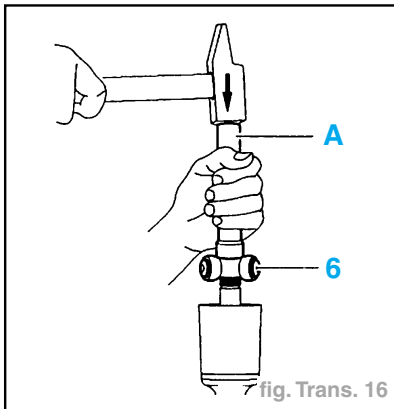

fig. Trans. 16
- Mettre en place le tripode (**6**) : avec l'outil **[A]** (coffret 4101 T) et un marteau (fig. Trans. 16).
- Mettre en place le tripode (**6**) : à l'outil **[A]** et un marteau (fig. Trans. 16).